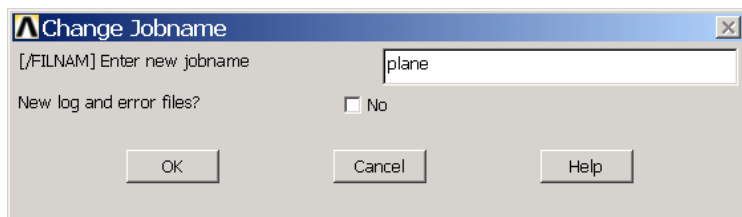

图1.20 【Change Jobname】对话框
(1) 启动 ANSYS，单击【File】|【Change Jobname】菜单，弹出如图 1.20 所示的【Change Jobname】对话框。